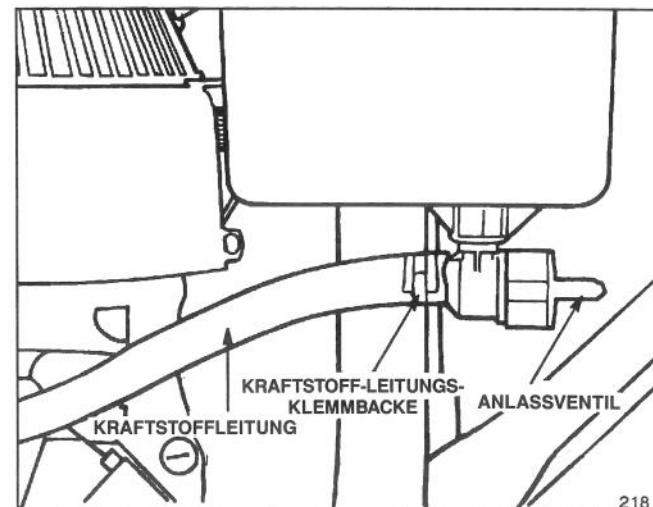

Abbildung 4
- Das Ende der Kraftstoffleitung in das Anlaßventil stecken und mittels Kraftstoffleitungs-Klemmbacke befestigen (Abb. 4).